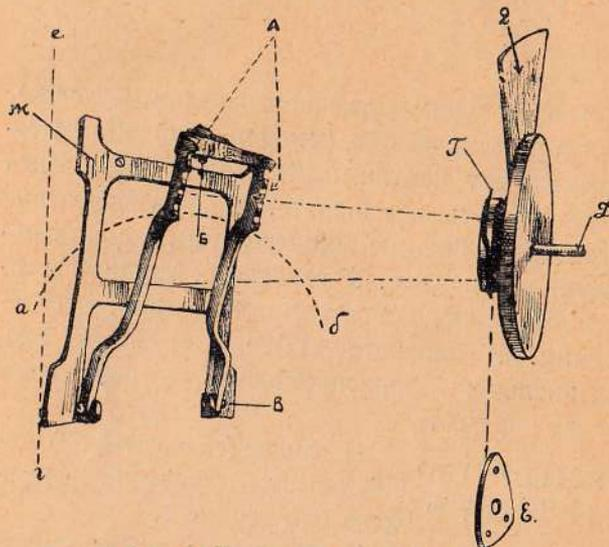
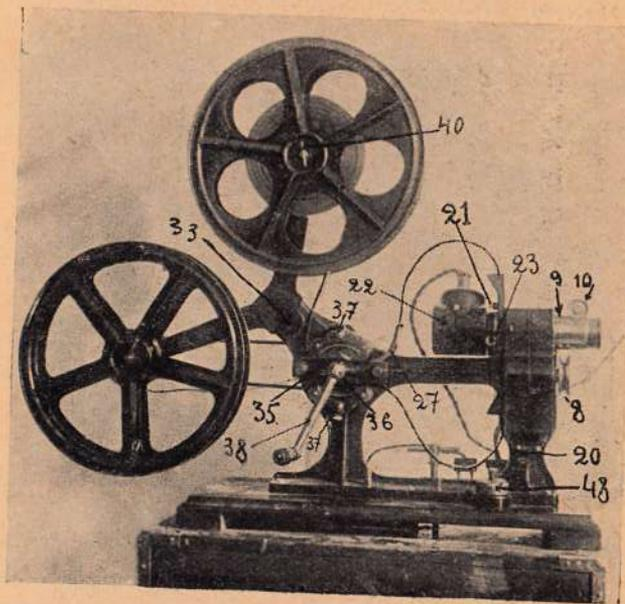
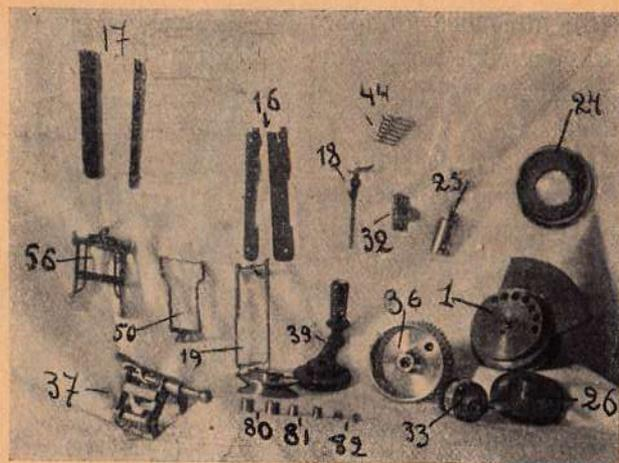
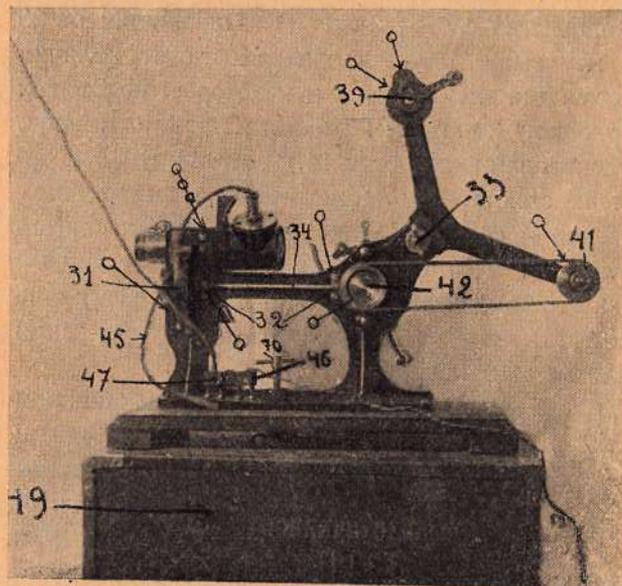

Рис. 2. Схема грейфера «ГОЗ»
Рис. 4. Вид аппарата — спереди
Рис. 6. Запасные части к аппарату
Рис. 7. Вид аппарата «со спины»
Теперь нам должно быть ясным, что для приведения в действие грейфера должно быть каких-то два приспособления, которые могли бы осуществить обе пары движений (4 такта). Чтобы «приводить в движение» первую пару тактов, в механизме аппарата имеется особая кривая шайба. Шайба эта (рис. 2—Г) насажена на колесо Г. На вершине гребенок грейфера (вилки) имеется два шипа (рис. 2—Б), обхватывающие кривую шайбу. Колесо насажено на ось Д. При вращении колеса — кривая шайба упирается то в 1-й шип, то во 2-й, толкая этим всю гребенку 1).
От этого гребенка приходит в колебание, делая на шарнире В (рис. 2) нужные для работы грейфера движения по линии а.....б.....а (1-й и 3-й такты).
Для осуществления второй пары движений (2 и 4 такты) служат: эксцентричная шайба Е (рис. 2) и рамка (Ж), в которую входит эта
**ВОЛЧЕК** Все части грейферного механизма, находящиеся на оси, (рис. 2) вместе взятые носят название — волчка.
Ось волчка (один конец) удлинена настолько, что она значительно выступает с передней стороны коробки (рис. 4). Этот удлиненный конец необходим для того, чтобы на него можно было насадить шкив на случай, если хотят аппарат привести в движение от электрического мотора (см. 8, рис. 4). Шкив этот укрепляется на оси помощью специального винта (на рис. не видно).
в общую коробку, которая предохраняет от лишней пыли, грязи и случайных поломок механизма (см. рис. 4).
бы бокового смещения — она находится в особом углублении, называемом салазками. Салазки состоят из 4-х отдельных частей: из низкой части — двух стальных полозьев (рис. 6—16) и возвышенной части — 2-х бронзовых колодок (17). При этом левая колодка служит в то же время
торая может свободно открываться и закрываться. Для удержания ее на месте при закрытом положении служит крючкообразная запорка (рис. 6—18).
**ПРИЖИМНАЯ РАМКА** Со стороны, обращенной к робке, дверка имеет продолговатую стальную рамку, укрепленную на двух штифтах и пружинках (рис. 6—19). Концы штифтов проходят сквозь дверки и закреплены гайками (21 — рис. 4). В исправном состоянии прижимная рамка должна плотно входить, при закрывании дверки, в салазки аппарата и плотно прилегать к их полозьям. Роль прижимной рамки — направлять ленту во время работы на зубцах грейфера и поддерживать ее вплотную около окна аппарата.
мещен в круглый фонарик (рис. 4—22). Фонарик этот одевается на конденсатор и укрепляется специальным винтом (23). Задней стенки у фонарика нет, и она заменена зеркальным рефлектором, служащим для дополнительного собирания света (как бы в помощь конденсатору). Рефлектор состоит из вогнутого стеклянного зеркала, помещенного в оправу (рис. 6—24).
**ПАТРОН** Сверху фонарик имеет отверстие, в которое входят крышка и патрон для лампочки. Крышка состоит из двух частей: из собственно крышки и заслонки, загораживающей во время работы свет, чтобы он не проникал в зал и «не нарушал темноты» и в то же время давал бы доступ воздуху через свои отверстия. Патрон представляет собой трубочку с боковыми прорезами (рис. 6—25). Внутри этой трубочки вставлена втулка из фибры. (Фибра—это материал, который не проводит электрический ток).
**ПЕРЕДАЧА ДВИЖЕНИЯ АППАРАТА ГРЕЙФЕРУ** Вся коробка с механизмом грейфера, дверкой аппарата и проч. укрепляется на станине аппарата 4-мя винтами (рис. 4) со «спины аппарата» и 2-мя винтами снизу (20). Механизм грейфера приводится в движение главной шестерней аппарата (рис. 2), посаженной на конец главной оси (34). Главная ось вращается в двух подшипниках (32), получая свое движение от конической шестеренки (на рис. не видно) через другую коническую шестеренку (рис. 6—26). Главная шестерня для безопасности заключена в алюминиевый кожух (31 — рис. 7), прикрепленный к
Ось зубчатого барабана проходит сквозь станины и в месте прохода имеет один подшипник, другой подшипник находится на крышке специальной подставки (рис. 4—35). Крышка эта двумя болтами привернута к подставке — вместе с подшипником.
**ЗУБЧАТЫЙ БАРАБАН** На эту же ось посажен зубчатый барабан (36). Назначение зубчатого барабана — «подавать» (верхней своей частью) картину в механизм грейфера и «принимать» (нижней своей частью) после того, как картина прошла механизм.
**РОЛИКИ** Для поддерживания во время хода ленты (картины) на зубчатом барабане есть две пары роликов (рис. 4 и 6—37), которые при заправке ленты в аппарат приподымаются с барабана рычажками.
На выступающий конец оси зубчатого барабана одевается ручка (рис. 4—38), приводящая в действие аппарат.
Около барабана (со стороны коробки с механизмом) есть маленький щиток, привернутый одним винтом. Назначение его — поддерживать петлю, которую здесь образует лента (рис. 4).
**СТАНИНА** — аппарата состоит из двух частей: рамы (рис. 4) и рычагов. Как видно на рисунке 4, к раме укреплены: коробка, зубчатый барабан и главная ось.
Вторая часть станины — рычаги — сделана для уменьшения размера и удобства при перевозке аппарата (для портативности) — отъемной. Скрепление рамки и рычагов производится одной гайкой — барашком, навертывающимся на неподвижно укрепленный болт (33 — рис. 4 и 6).
Верхний наматыватель состоит из оси, оканчивающейся маленькой шестеренкой и большой шестерней, соединенных с ручкой (рис. 4 и 7—39). Если вращать ручку верхнего наматывателя, то ось будет вращаться значительно быстрее, благодаря чему указанный наматыватель служит для быстрой перемотки картины после или перед сеансом. Другой конец оси оканчивается защелкой (рис. 4—40), запирающей во время работы катушку с картиной. (См. ниже).
Назначение нижнего наматывателя — принимать ленту после того, как она прошла уже в аппарате. На ось нижнего наматывателя (или его чаще называют—автонаматыватель) при работе также одевается катушка, на которую и сматывается лента. Нижний наматыватель приводится в движение от движения самого аппарата, для чего на противоположный конец оси одет шкив (рис. 4—41), приводимый в движение резиновым пассом. Как изображено на рисунке, пасс этот одет на шкив наматывателя и на шкив, находящийся на конце оси зубчатого барабана (42).
ПРОВОДКА** Электроток к лампочке подводится гибким проводом (45 — рис. 7) из-под станины аппарата. На станине же (внизу) есть две пары гнезд (штепсельные гнезда), из которых одна
(безразлично которая) служит для подводки тока помощью специальной вилки и шнура (рис. 7—46), прилагаемых к каждому аппарату. Вторая пара штепсельных гнезд служит для
**УПАКОВКА**      Аппарат со всеми принадлежностями при перевозке упаковывается в специальный ящик (рис. 4—49). В этот ящик входят следующие части: 1) аппарат, 2) 2 катушки, 3) диск для смотки ленты, 4) 2 диска без втулок, 5) ручка, 6) рычаги станины, 7) пасс, 8) реостат, 9) запасные лампочки, 10) инструмент: отвертка, плоскогубцы, масленка, напильник, 11) флакон клея для ленты, 12) флакон масла для аппарата и 13) электрические шнуры 1). Все эти части помещаются в ящике.
- 1) Салазки (к рис. 6) (16),
- 2) колодки (17),
- 5) зубчатый барабан (36),
- 6) пружинная рамка (19).